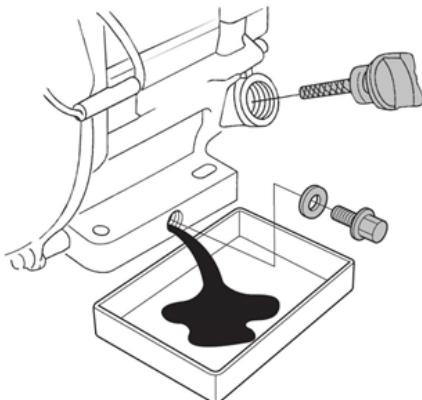

Рис. 17 Замена масла в двигателе
- Очистите от загрязнений зону вокруг маслозаливной горловины. Извлеките крышку-щуп из маслозаливной горловины (Рис. 17) и протрите щуп чистой ветошью.
(1) Техническое обслуживание должно осуществляться более часто, при работе в пыльных условиях.
(2) Данный вид работ необходимо выполнять в авторизованном сервисном центре.
- Открутите пробку для слива масла и слейте отработанное масло в подготовленную для этого емкость (Рис. 17).